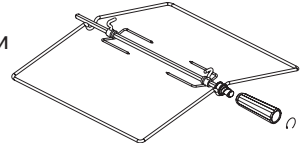
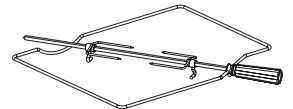

рис. 14
рис. 14.1
1. Плиты комплектуются вертелом со съемной рукояткой (рис.14). В зависимости от комфортности плиты могут комплектоваться вертелами другого исполнения (рис.14.1). При установке и извлечении использовать рукоятку, которая накручивается на резьбовую втулку.